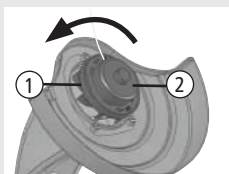
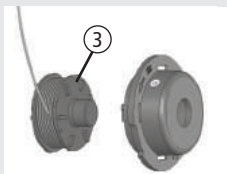

Fig. 07
Fig. 08
Mantenha o porta carretel (1) fixo e gire a tampa do carretel (2) no sentido anti-horário, [Fig. 07]. Retire o carretel usado (3) e coloque o carretel novo, fazendo com que o fio passe pelo furo de saída da tampa do carretel, [Fig. 08].